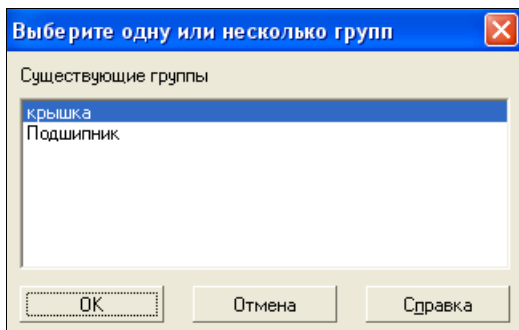

Рис. 18.2. Диалоговое окно **Выберите одну или несколько групп**
- ◆ из Строки меню вызовите команду **Сервис ► Группы** или из панели инструментов **Выделение** кнопку **Группы**. Система выведет на экран диалоговое окно **Выберите одну или несколько групп** (рис. 18.2);